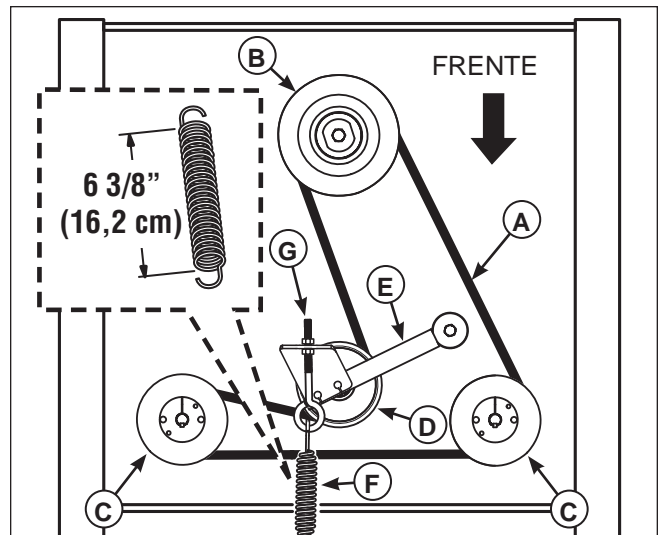

Figura 53. Reemplazo de la banda de tracción de la bomba hidráulica
4. Suelte la tuerca del perno de anilla de anclaje del resorte (G, Figura 53) para liberar la mayor parte de la tensión de la correa. Tenga precaución y retire la tuerca para liberar completamente la tensión.
6. Vuelva a instalar el perno de anilla de anclaje del resorte (G) en la lengüeta de anclaje y fije holgadamente la tuerca. Ajuste el perno de anilla de anclaje hasta lograr una medida de 6-3/8" (16,2 cm) en la parte exterior si se engancha el resorte. Apriete la tuerca.